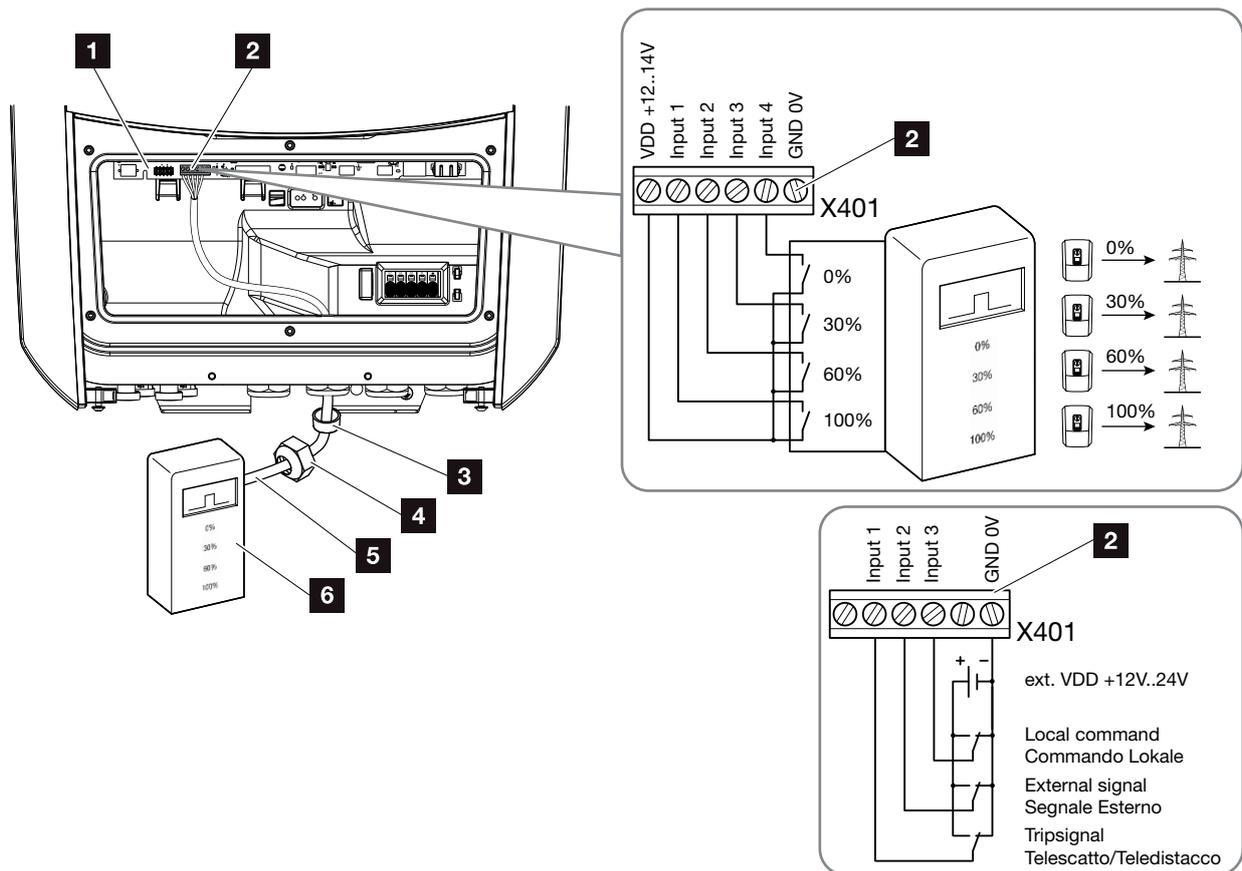

Fig. 29 : Raccordement du récepteur centralisé
4. Brancher le câble de communication de l'onduleur sur la borne de raccordement du récepteur centralisé (0,2 Nm)  **Fig. 29, pos. 2.**